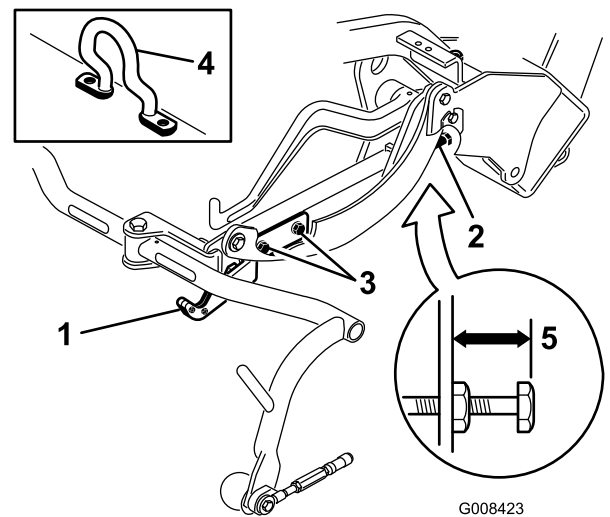
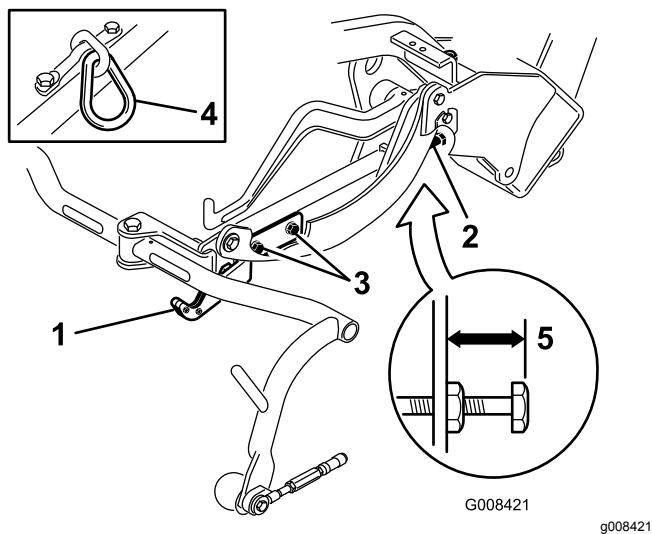
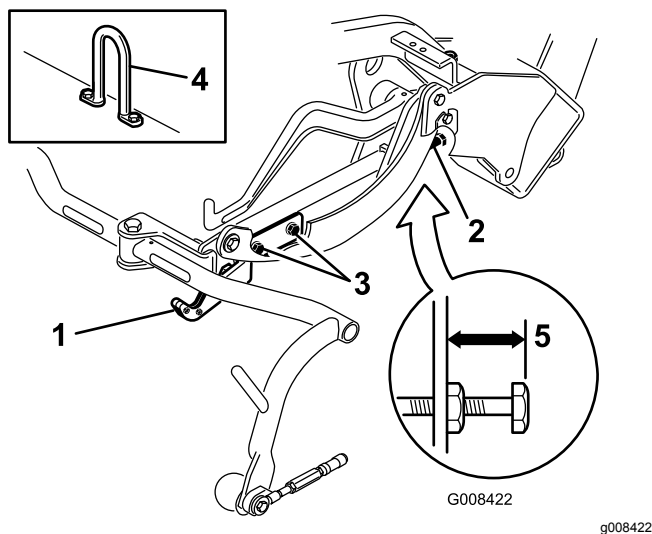

図 13
図 14
図 15
移動走行時の高さを調べ 図 14と図 15、必要に応じて調整する。
2. オフセット吊り下げフック 図 13、挿入図のついているカッティングユニットでは、キャリアフレーム調整ねじの上端からキャリアフレームの背面までの距離が 25 mm になっていることを確認する。距離が 25 mm でない場合には手順 4 へ進む。
3. チェーンリンクまたはストレートリフトフック 図 14と図 15、挿入図のついているカッティングユニットでは、キャリアフレーム調整ねじの上端からキャリアフレームの背面までの距離が 22 mm になっていることを確認する。距離が 22 mm でない場合には手順4 へ進む。オフセットリフトリンク 図 13のついているカッティングユニットの場合は、次のステップに進む。
4. 移動走行プレート取り付けねじをゆるめる図 14 と図 15 と図 13。
7. キャリアフレームの高さが同じでない場合には、キャリアフレーム調整ねじについているジャムナットをゆるめる図 13と図 14と図 15。高くするにはねじを外方向にまわし、低くするには内方向にまわす。調整ができればジャムナットを締めて調整を固定する。